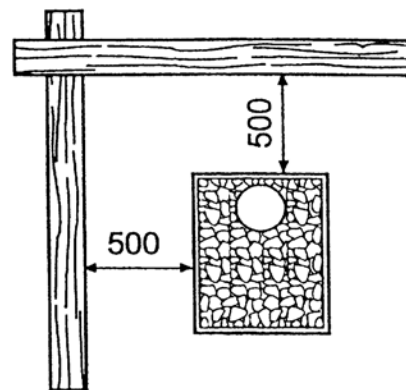

Рис. 1
1. Минимальное расстояние между вертикальной поверхностью печи и любым незащищенным деревянным элементом конструкции: 500 мм. (Рис. 1)